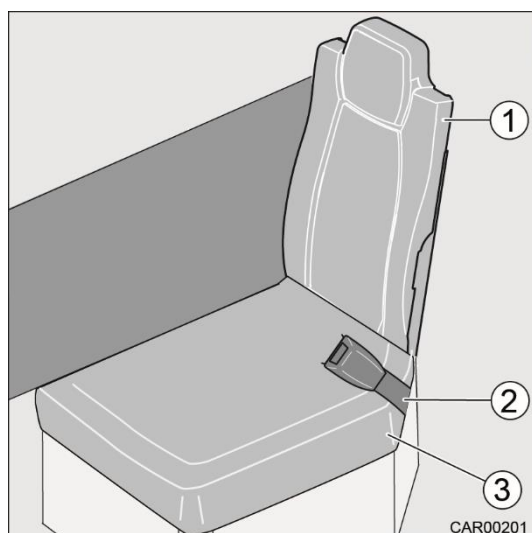

Fig. 30 Transformation de la banquette latérale
5. Poser la boucle de ceinture (Fig. 30/2) sur le coussin d'assise (Fig. 30/3).